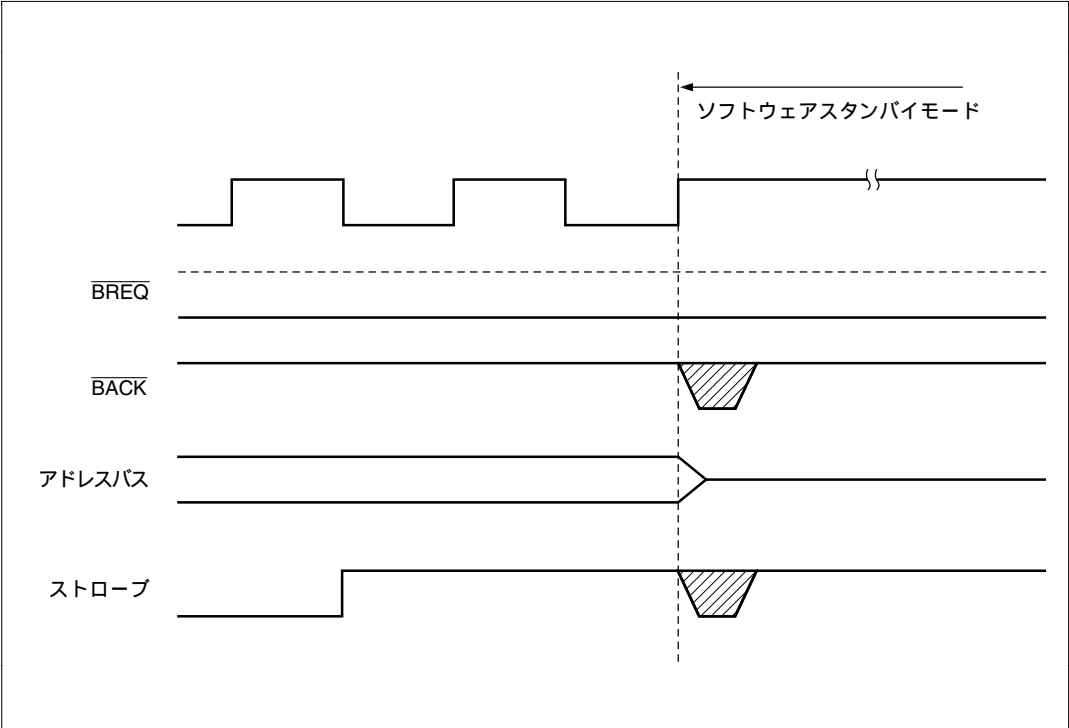

図 6.36 バス解放状態とソフトウェアスタンバイモード
- (3) バスサイクルがウェイトステートの挿入により長く続く場合も、外部バス権解放状態と同様に、最初の要求が保持されます。
- (4) ソフトウェアスタンバイモードへ遷移するとき、外部バスマスタからのバス権要求が競合すると、ソフトウェアスタンバイモードへの遷移時に $\overline{\text{BACK}}$ とストローブの状態が不確定になる場合があります（図 6.36 参照）。